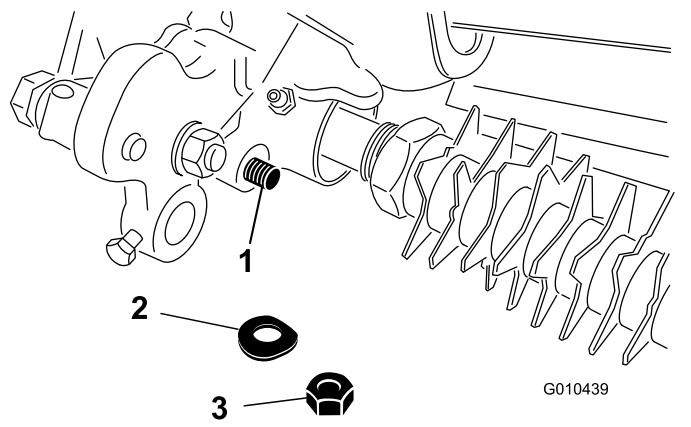

图32
4. 卸下将剪草高度臂组件杆端固定至疏草刀驱动组件上的锁紧螺母和膜片式弹簧垫圈 图32。